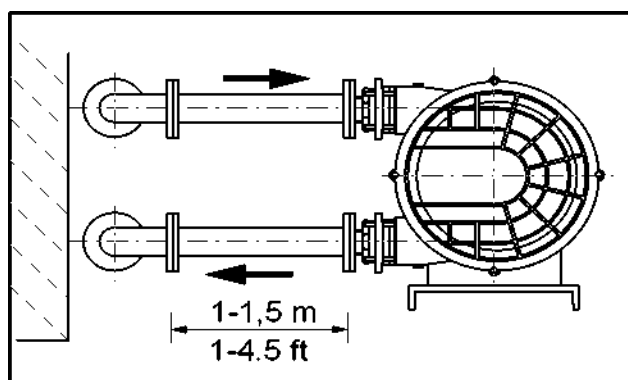

Рис. 7
1. Насос поставляется готов к работе. До запуска насоса следует убедиться, что насос и система привода правильно смонтированы. Обычно насос поставляется со всасывающим присоединением наверху / и нагнетательным внизу – с левой стороны насоса (Рис. 7). Трубопроводы следует подвести таким образом, чтобы нагрузка образованная проводами не переносилась на насос.